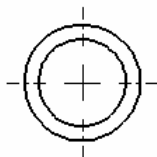

图 15-13 删除尺寸后的侧视图
③ 利用同样的方法可以调整侧视图,得到的结果如图 15-13 所示。